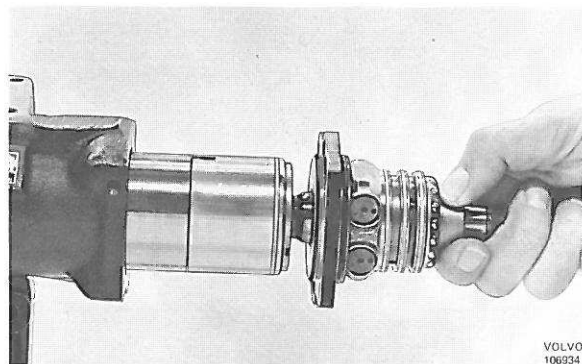

Figure 98. Démontage de la vis sans fin de direction
5. Démontez la vis sans fin de direction (69), le couvercle (37) et le piston (29), voir figure 98.